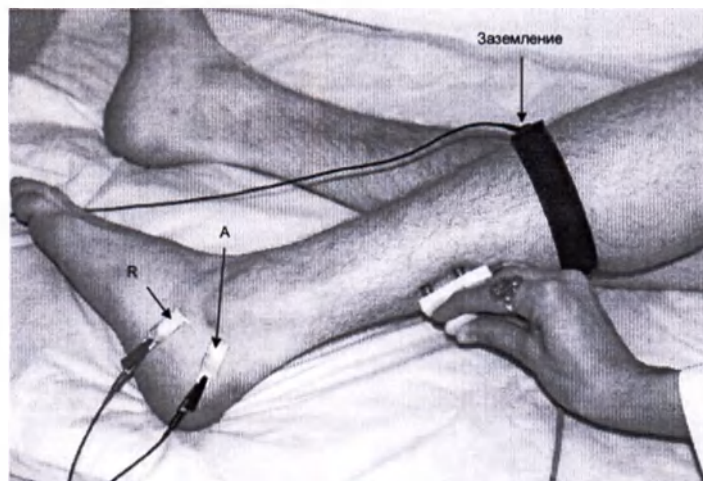

Рис. 119. Наложение электродов: А — активный электрод (черный); R — референтный электрод (красный)
3. Наложите активный электрод (черный) позади и несколько ниже наружной лодыжки. Референтный электрод (красный) накладывают на два-три поперечных пальца дистальнее (рис. 119).